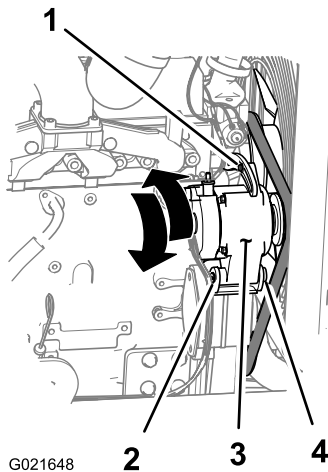

Рисунок 107
3. Ослабьте гайку и болт в шарнирном креплении генератора (Рисунок 107).
4. Ослабьте затяжку регулировочного болта на генераторе (Рисунок 107).
5. Отведите генератор в сторону от двигателя, чтобы увеличить натяжение ремня; подведите генератор ближе к двигателю, чтобы снизить натяжение ремня (Рисунок 107).
6. Затяните регулировочный болт генератора (Рисунок 107).
8. Если натяжение ремня правильное, затяните гайку и болт в шарнирном креплении генератора (Рисунок 107); в противном случае повторите действия, указанные в пунктах 4 – 7.